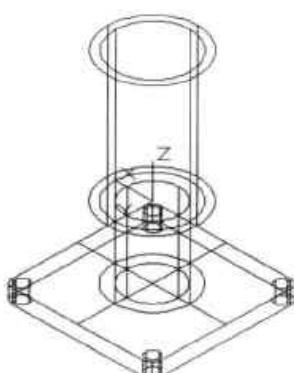

图13-58 绘制另一个圆柱体
**Step11** 执行“圆柱体”命令，再绘制一个直径为 48mm、高 73mm 的圆柱体，如图 13-58 所示。